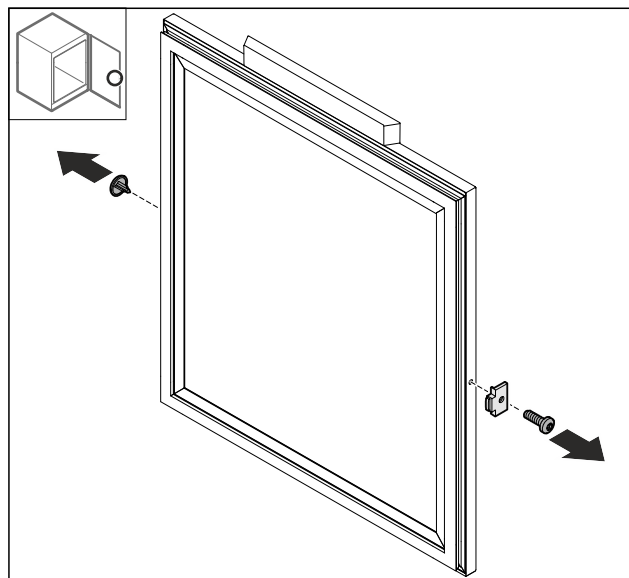

Fig. 69
- Odstráňte kryt Fig. 69 (1).
- Demontujte zarážku dverí Fig. 69 (2).